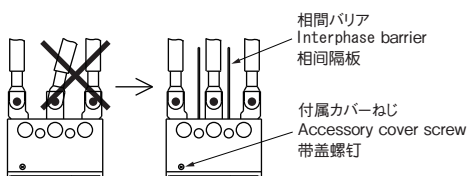

図1 Fig.1 図1 (400-800AF)
- 接続電線、圧着端子や導体は、各極が並行となるように取付けてください。(図1)
- Each connecting wire or crimp terminal, conductor pole should be connected in parallel as shown in the Fig.1.
- 请对连接电线，压接端子和导电部件进行平行安装。(图1)